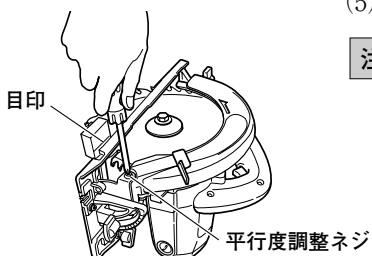

図 10
- (4) 目印を付けた木片をベース前方側に移動し、目印がベース側面に合うように平行度調整ネジを回します。(図10)
- (5) 調整後、固定ネジをしっかり締付けます。